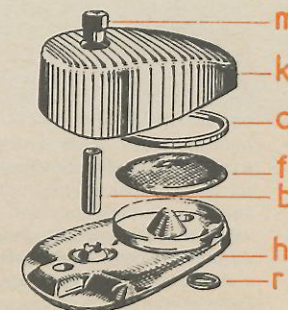

Fig. 9
### Schoonmaken van de luchtfilter Fig. 9
Om te controleren, of de kleplichter goed is afgesteld, demonteer men eerst het luchtfilterhuis (zie fig. 9), daarna drukke men de gashandel geheel naar het stuur toe. Het klepje moet dan ongeveer 1,5 mm naar binnen gaan. Wanneer de klep niet ver genoeg naar binnen gaat, moet men eerst de veer (A) uit de gleuf van het klepje (B) nemen en daarna het klepje naar rechts draaien totdat de juiste afstelling is bereikt.